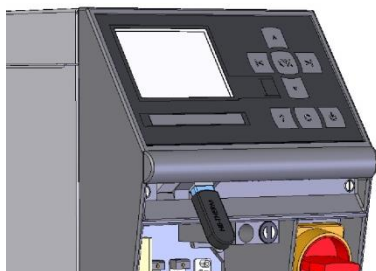

Abb. 72: Csatlakoztassa az USB adattárolót
2. Csatlakoztassa az USB adattárolót (Abb. 72).